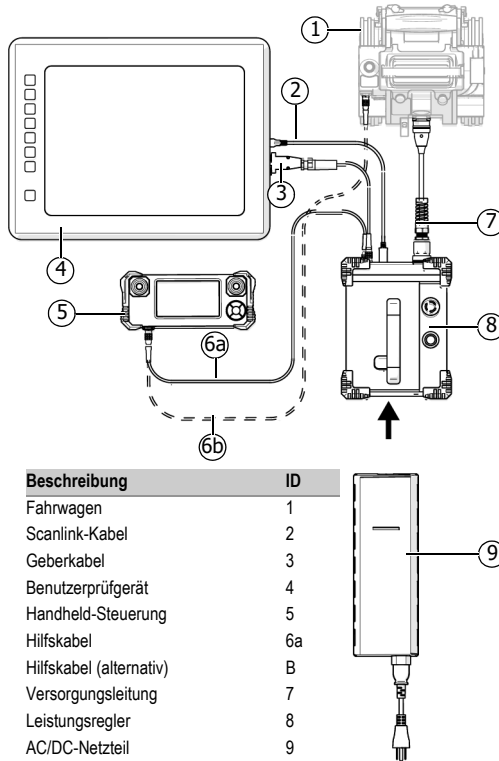

Abbildung 3-1 Basiskonfiguration
1. Verbinden Sie den Leistungsregler (8) über die Versorgungsleitung (7) mit dem Fahrwagen (siehe Abbildung 3-1 auf Seite 130).
2. Verbinden Sie den Handheld-Steuerung (5) über das Steuerungskabel (3) mit dem Leistungsregler (8) (siehe Abbildung 3-1 auf Seite 130).
3. Verbinden Sie das Messgerät (4) mit dem Geberkabel (3) mit dem Leistungsregler (8) (siehe Abbildung 3-1 auf Seite 130).
4. Verbinden Sie das AC/DC-Netzteil (9) mit dem Leistungsregler (8).
1. Montieren Sie das Rasterarmmodul am Fahrwagen (siehe Abbildung 3-1 auf Seite 130 und „Rasterarmmodul“ auf Seite 65).
2. Verbinden Sie den Rasterarm mit dem Fahrwagen über das Rasterarmkabel (siehe Abbildung 3-1 auf Seite 130 und „Einrichten des Rasterarmkabels“ auf Seite 70).